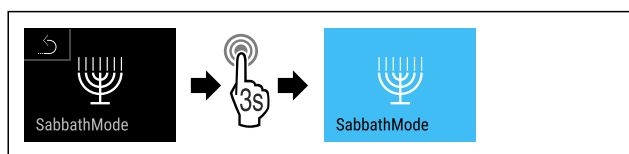

Fig. 12
- Eseguire i passaggi (vedere Fig. 12).